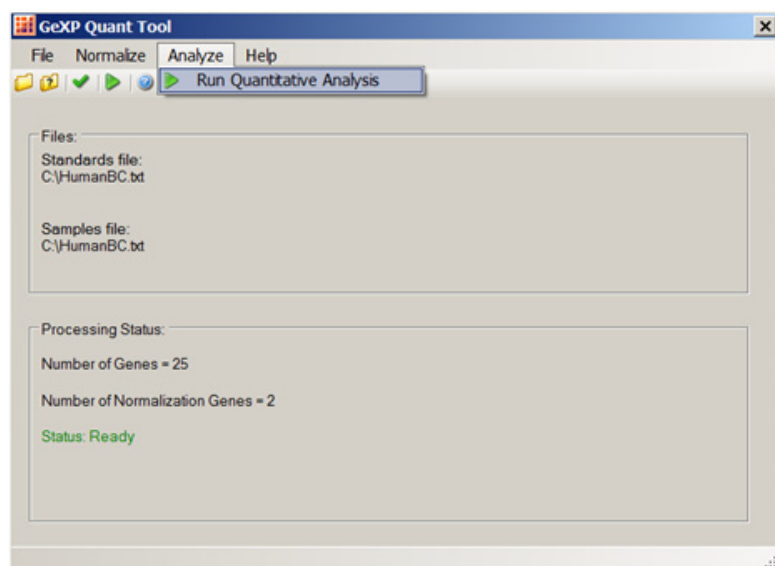

图 7.42 运行定量分析
7. 从“Analyze”（分析）菜单中选择“Run Quantitative Analysis”（运行定量分析）。请参见图 7.42。